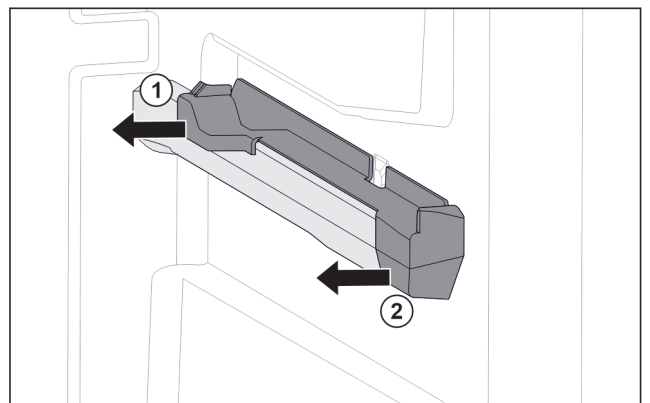

Fig. 93 Вставна частина на правому ребрі для резервуару
- ▶ Відсунути вставну частину назад вбік. Fig. 93 (1)
- ▶ Відсунути вставну частину вперед вбік. Fig. 93 (2)